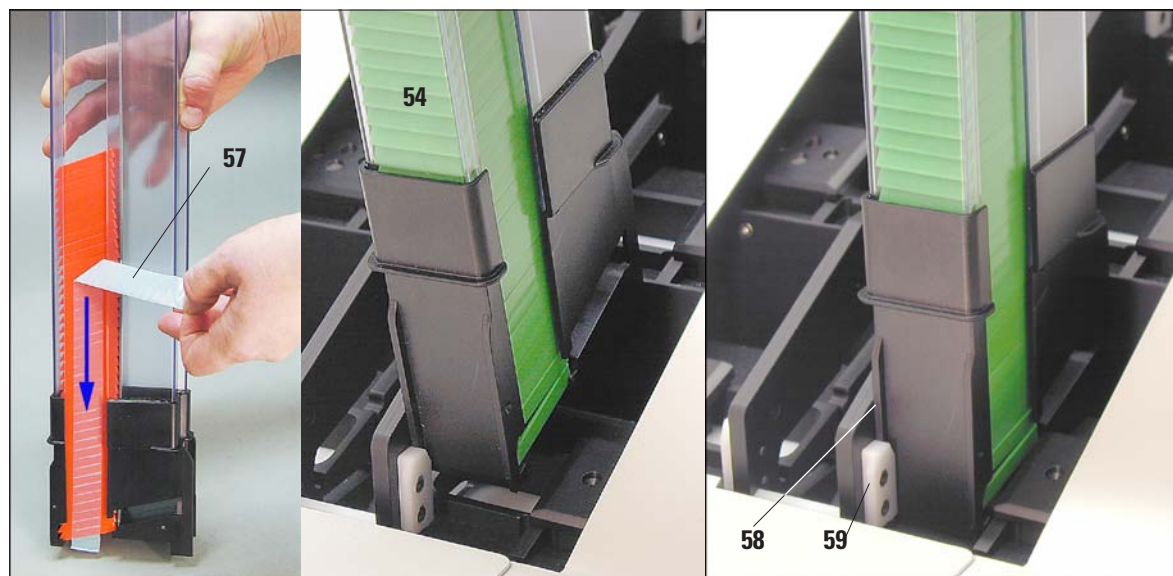

図 33
カセット間に隙間が生じないように、常に接着ストリップ (57) を上から下へ剥がしてください (図 33、左)。
- 図 (図 33、中央の写真) に示すように、装填済みマガジン (54) をプリンターに挿入し、ホルダーのスロットに挿入します。